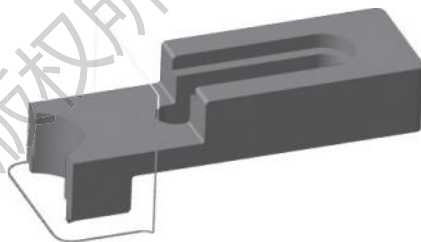

图 5-27 外形铣削粗加工刀路
4) 单击【共同参数】选项,设置【参考高度】为 10.0mm,【下刀位置】为 5.0mm,【工件表面】为 0.0mm,【深度】为 -41.0mm,选择所有【绝对坐标】选项,如图 5-27 所示。